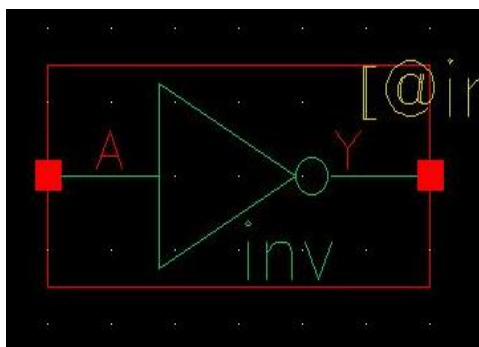

图 2.12 CMOS 反相器逻辑符号
4.2 设计 CMOS 反相器逻辑符号，如图 2.12 所示。